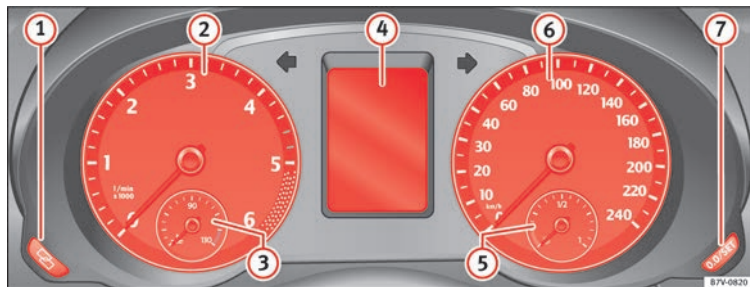

Fig. 118 Cuadro de instrumentos en el tablero de instrumentos.
» **fig. 118:**
- Para proseguir con el ajuste, pulse la tecla » **fig. 118** **7**. Para que los números se sucedan con rapidez, mantenga la tecla pulsada.
El cuentarrevoluciones le ofrece, conjuntamente con la indicación de las marchas, la posibilidad de utilizar el motor de su vehículo en un régimen de revoluciones adecuado. El principio de la zona roja » **fig. 118** indica el régimen máximo de revoluciones del motor funcionando a
En la pantalla del cuadro de instrumentos » **fig. 118** ④ puede visualizarse información diversa, en función del equipamiento del vehículo: